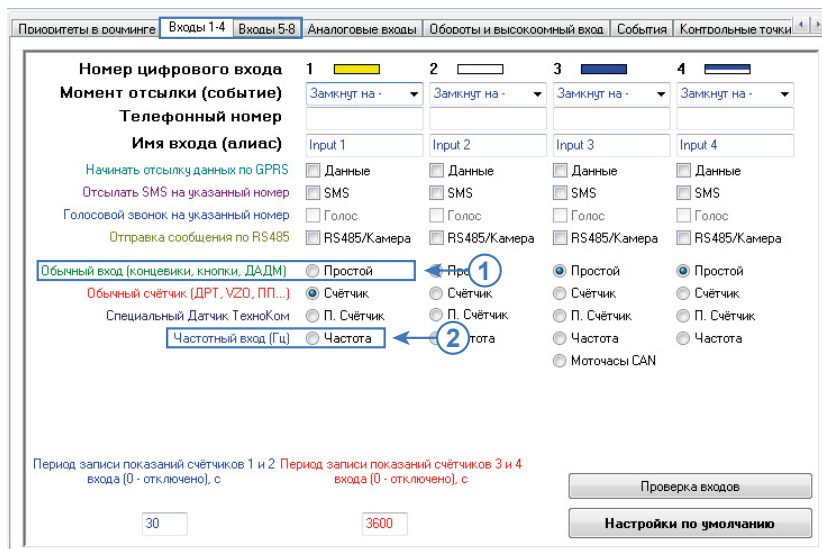

Рис.40. Пример настройки входа 1 контроллера «АвтоГРАФ» для подключения датчика «ТКАМ».
- если выход датчика настроен в один из дискретных режимов – Гистерезис 1 или 2, Ковш, Отвал, Температура или Вибрация, то настройте режим «Простой» для входа контроллера, к которому подключен выход датчика (**Рис.40, п.1**);
- если выход датчика настроен в частотный режим (только Выход 2), то выберите режим «Частота» для цифрового входа контроллера, к которому подключен частотный выход датчика (**Рис.40, п.2**);